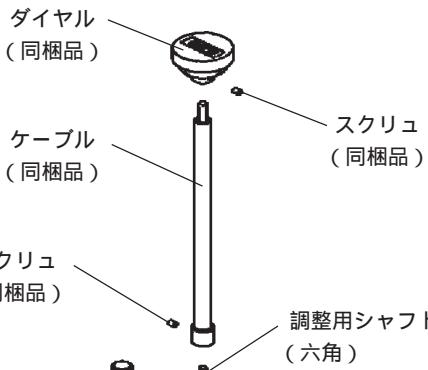

図 5-2
2. 調整ケーブルの取付け（図5-2）
3. 調整ダイヤルの取付け（図5-2）